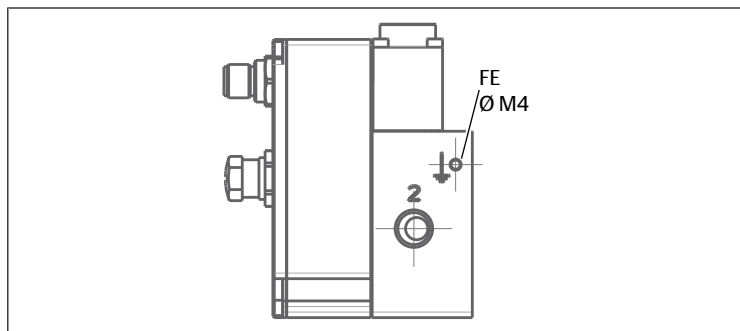

Abb. 2: Ventilgehäuse erden
2. Ventilgehäuse über den Erdungsanschluss FE (Ø M4) niederohmig mit der Funktionserdung (FE) verbinden. Siehe → Abb. 2.